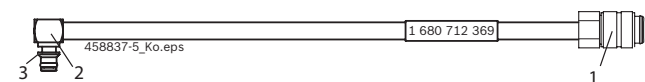

Fig. 1: Tubo flessibile 1 680 712 369
Il tubo flessibile 1 680 712 369 viene collegato con l'adattatore ad innesto (fig. 1, pos. 2) al raccordo di ritorno del CRI Piezo Siemens/VDO/Conti. Il nipplo ad innesto (fig. 1, pos. 1) viene collegato al raccordo di prova per la quantità di ritorno dell'EPS 200 / 205.
- Accendere l'apparecchio con l'interruttore principale centrale posto sul lato anteriore dell'apparecchio (vedere fig. 1, pos. 6) EPS 200 / 205.